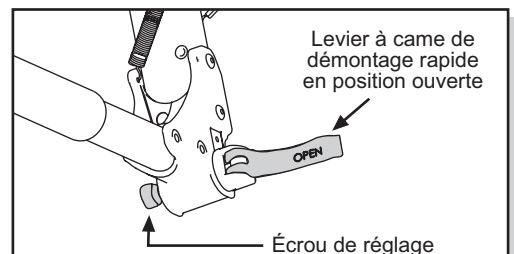

**Fig. 2**
**2. LE BRAS PIVOTANT :** Faites tourner le bras pivotant de l'avant de la poussette jusqu'à ce que les amortisseurs se mettent en première position (Fig. 2). Chaque goupille d'arrêt produit un déclic lorsque l'amortisseur se place dans cette position.
**14. LES AMORTISSEURS :** Le système de suspension comprend deux positions d'amortisseurs. Cela permet à des enfants de poids différents de bénéficier du même niveau de confort. Les deux positions sont illustrées à la Fig. 2. La position 1 est prévue pour un poids total de 23 kg (50 lb) (poids combiné enfants et bagages), tandis que la position 2 est prévue pour un poids total allant de 23 à 45 kg (50 à 100 lb). La poussette est munie d'une goupille d'amortisseur à ressort sur rail coulissant qui se met automatiquement en place lorsqu'elle est alignée sur l'une ou l'autre des positions d'amortisseurs. Le réglage de la position des amortisseurs devra être fait avant que la poussette ne soit chargée. Les amortisseurs se mettent en position 1 au moment du dépliage de la poussette. Pour sélectionner la suspension plus robuste, faites passer l'amortisseur de la position 1 à la position 2 en appuyant d'une main sur le bouton de dégagement de l'amortisseur (Fig. 2) tout en soulevant légèrement et en tirant l'amortisseur vers l'arrière de l'autre main. Si la goupille de l'amortisseur est correctement alignée en position 2, elle se mettra en place automatiquement avec un déclic. Répétez l'opération pour le deuxième amortisseur. Pour ramener l'amortisseur de la position 2 à la position 1, effectuez le processus décrit ci-dessus en inversant l'ordre des étapes.